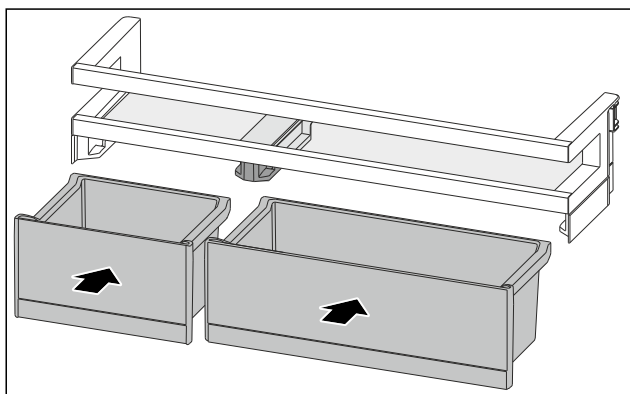

Fig. 95
- VarioBoxen in gewijzigde toewijzing plaatsen. (zie Fig. 95)